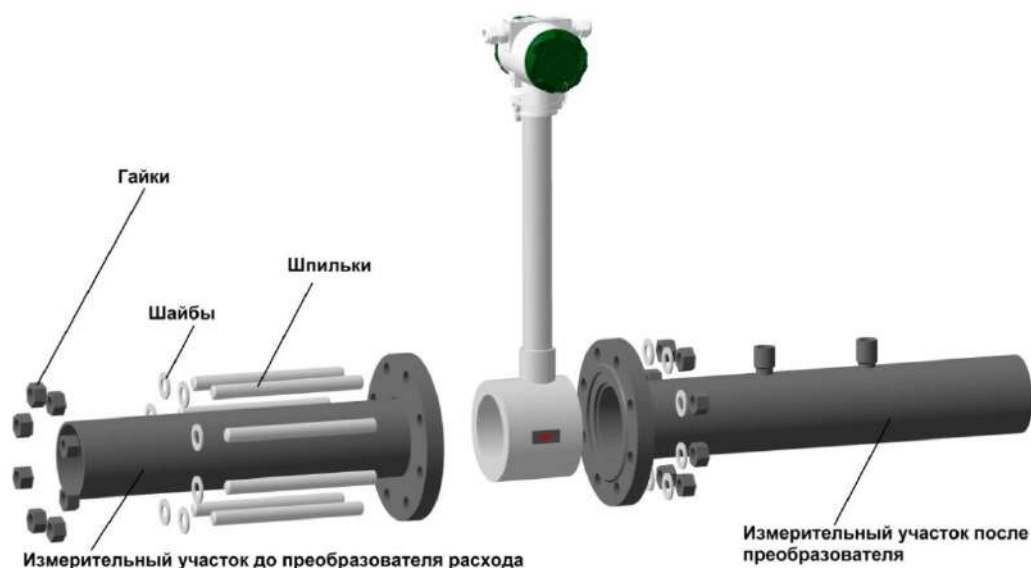

Рисунок 2.1 – Сборка ИП расхода
1. Монтаж преобразователя расхода ЭВ200. Собрать узел из измерительных участков и преобразователя с помощью шпилек и гаек (см. **рисунок 2.1**).